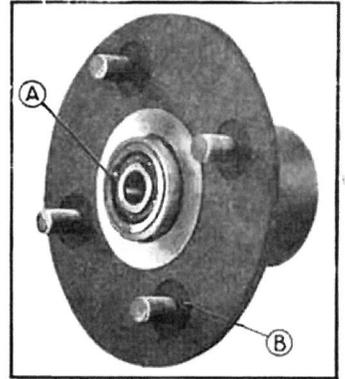

Fig. 262. — Moyeu AV.
- 3—Chasser les tocs d'entraînement de roue du moyeu après avoir retiré leurs écrous de fixation (fig. 262).